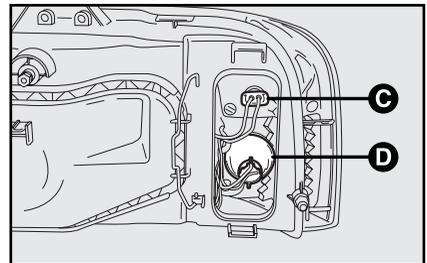

Abb. 16
3) Die Lampehalterung **C, Abb. 16** zur Aushakung leicht drehen und herausziehen
- 3) Die Lampenhalterung **D**, **Abb. 16** herausziehen;